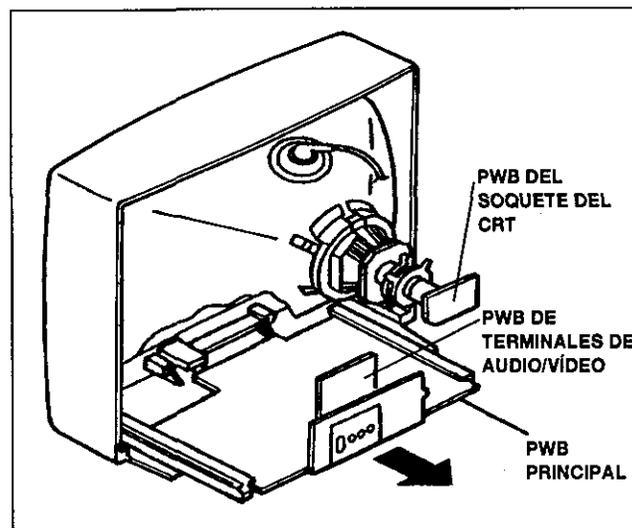

Fig. 2
1. Tire del tablero PW PRINCIPAL hacia atrás a lo largo del riel. (Fig. 2) (Si es necesario, quite el sujetacables, los conectores, etc.)